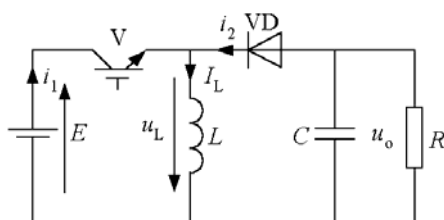

图10 升降压斩波电路
2. (10分) 如图10所示升降压斩波电路，推导稳态时输入输出电压关系；已知  $E=100\text{V}$ ， $L$  值和  $C$  值极大， $R=20\Omega$ ，采用PWM控制方式，开关周期  $T=40\mu\text{s}$ ，导通时间  $t_{\text{on}}=25\mu\text{s}$  时，计算输出电压平均值  $U_o$  和输出电流平均值  $I_o$ 。